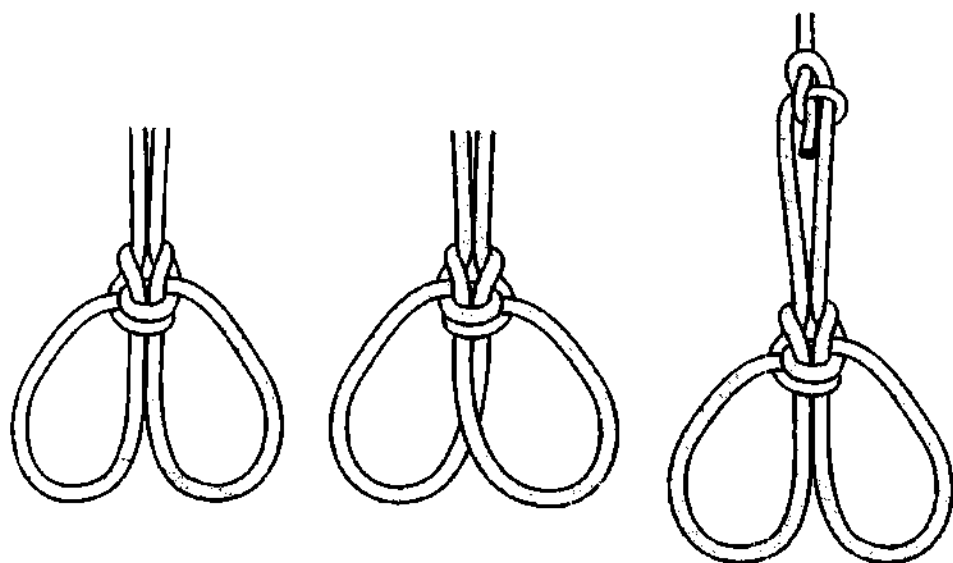

Рис. 476. Ассиметричный булинь.
*Ассиметричный булинь* – это двойная петля, сформированная из двух калышек-полуштыков. Узел перед использованием необходимо расправить и затянуть. Как бы ни затянулся узел, он всегда при желании легко развязывается. Петли у *ассиметричного узла* снизу могут быть перекрещены или нет (рис. 476).